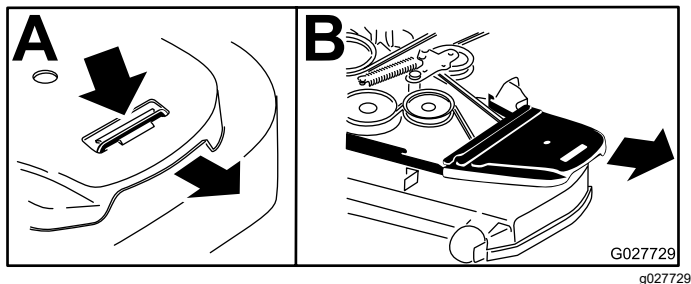

Figura 85
4. Retire las cubiertas de la correa (Figura 85).